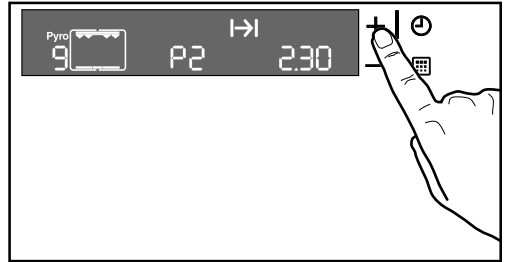

Fig. 20
4. Pendant que le symbole ► clignote, appuyez sur les commandes „—” ou „+” pour sélectionner la position **Pyrolyse 1 (P 1)** ou **Pyrolyse 2 (P 2)** (Fig. 20).